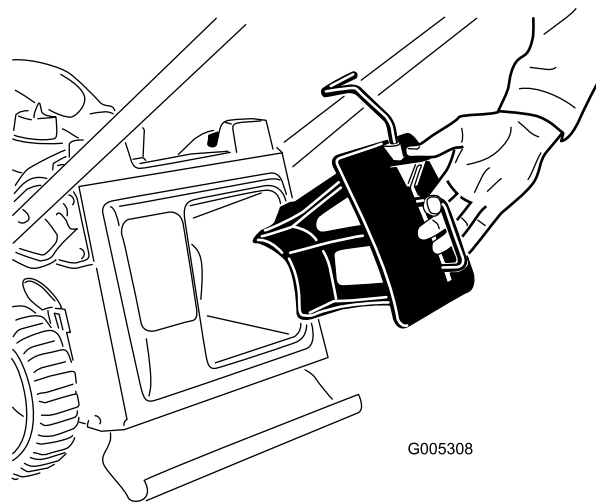

図8
1. マルチプラグがまだ取り付けられていない場合は、マルチプラグを取り付ける図8。